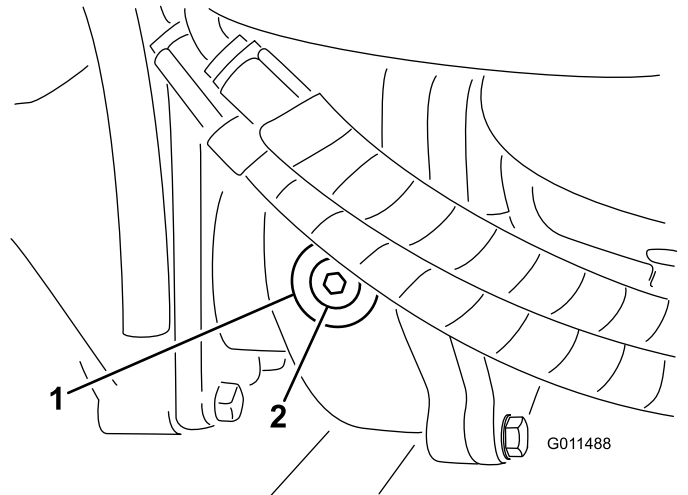

Figura 67
2. Retire el tapón de verificación/llenado del lado izquierdo de la caja de engranajes y asegúrese de que el lubricante llega al borde inferior del orificio (Figura 67).